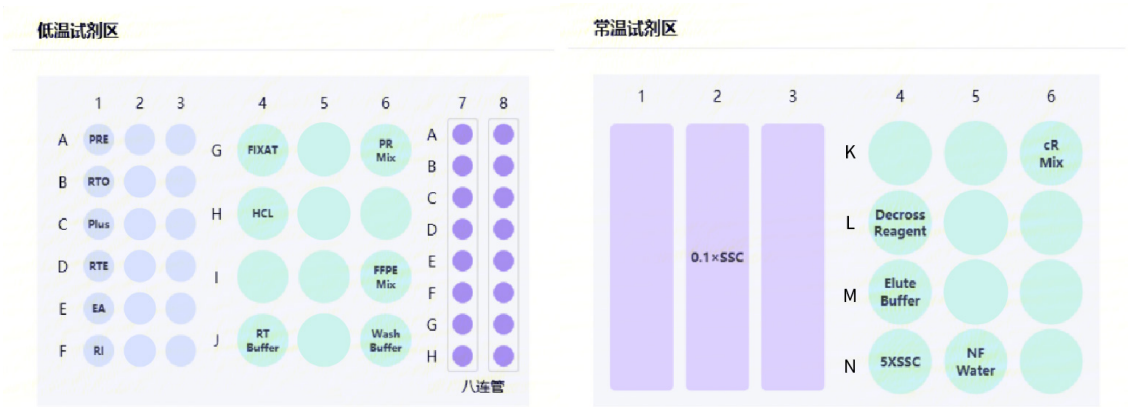
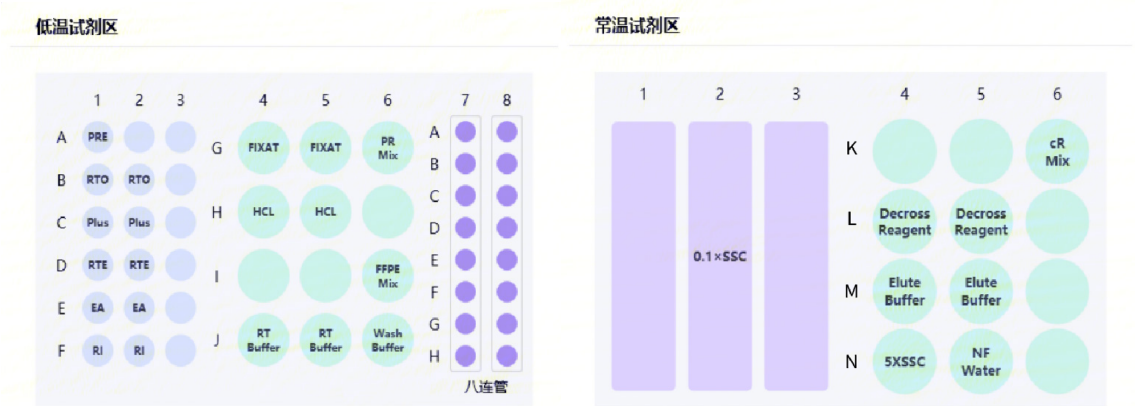

图 3-8 低温试剂区及常温试剂区台面放置示意图 - 反应模块 B
图 3-10 B 和 C 两个反应模块使用时，低温试剂 & 常温试剂区的试剂及耗材放置示意图
a. 仅使用反应模块 B：请参考图 3-8 放置低温试剂和常温试剂；
Go Spatial-V2-24 适配 Stereo-seq FFPE 转录组 V1.1，采取模块化分时上样模式。**反应模块 B 或 C 均可作为第一模块上样**，本文以反应模块 B 作为第一模块为例进行说明。根据实验的样本数量，一次性将所有芯片需要的多模块共用试剂准备好。在第一个模块的芯片上料时，将第一个模块芯片的单模块专用试剂及多模块共用试剂，按照本轮运行的样本安排情况，参考图 3-8 至图 3-10 的 Go Spatial 台面示意图，打开试剂管盖并将试剂放入对应区域。
* 孔位编号，参考图 3-8 至 3-10 的台面示意图中的编号。